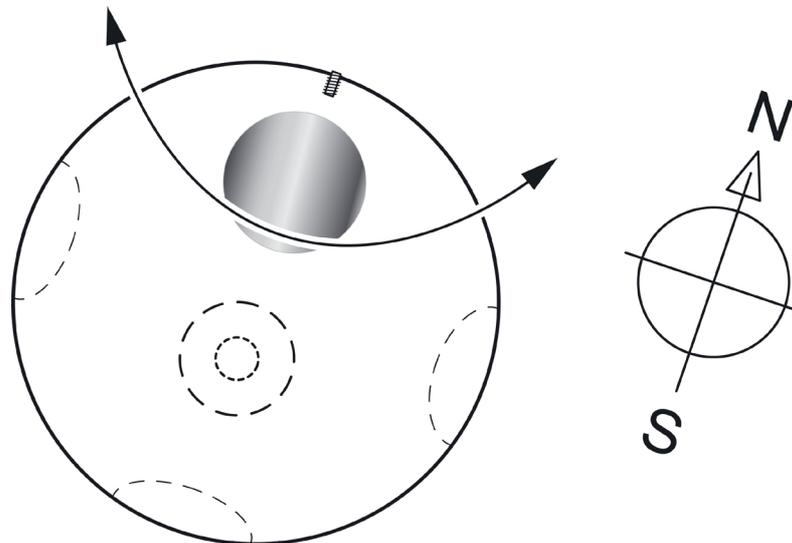

Abbildung 9: Ausrichtung der Wetterstation
- Richten Sie den Sensorkopf nach den Himmelsrichtungen oder der Ausrichtung der Fassade aus (abhängig von der genauen Position des Montageortes) (Abbildung 9).